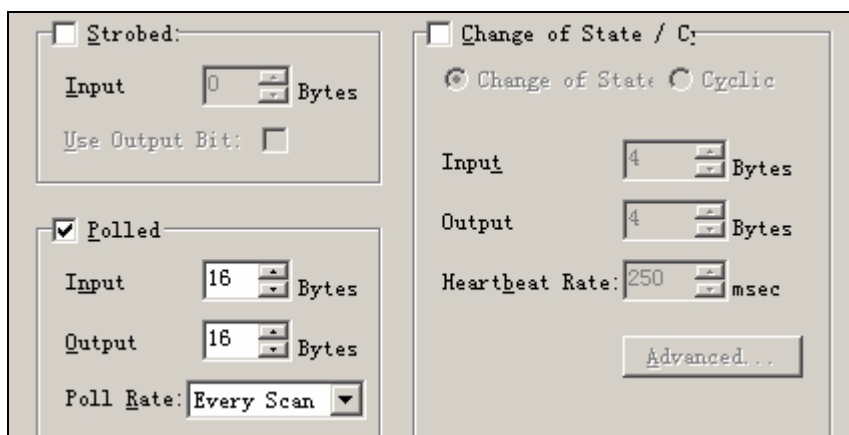

图 3-74 设置输入和输出字
7. 组态扫描器 1756-DNB 模块。根据变频器数量对应 22-COMM-D 不同的输入和输出映射字，如表 3-19 所示。单击 5 号节点 22-COMM-D，将其加入 1756-DNB 扫描列表。然后，单击 Edit I/O Parameters (编辑 I/O 参数)。由于我们选择了 Multi-Drive 模式的 Drive 0-3，在弹出对话框中复选 Polled (轮询)，并设置 Input：16 个字节，Output：16 个字节，Poll Rate (轮询速率)：Every Scan。如图 3-74 所示。